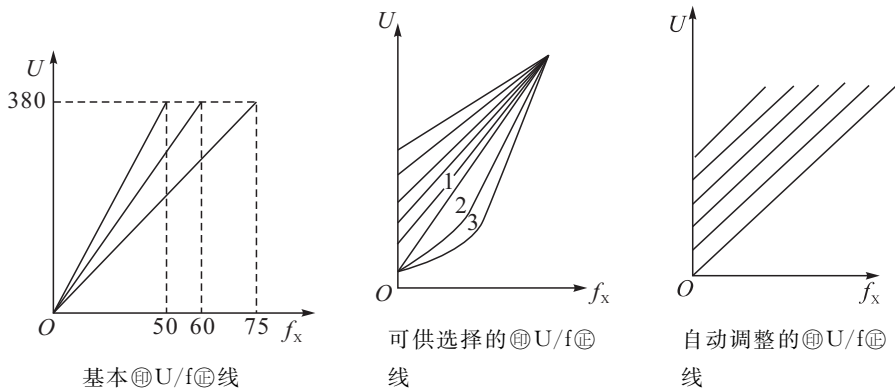

图 1-13 变频器控制方式选择功能图
(4) 变频器的保护功能。
①过电流保护功能。
②过载保护功能。
③电压保护功能。
(5) 变频器控制方式的选择功能，见图 1-13。